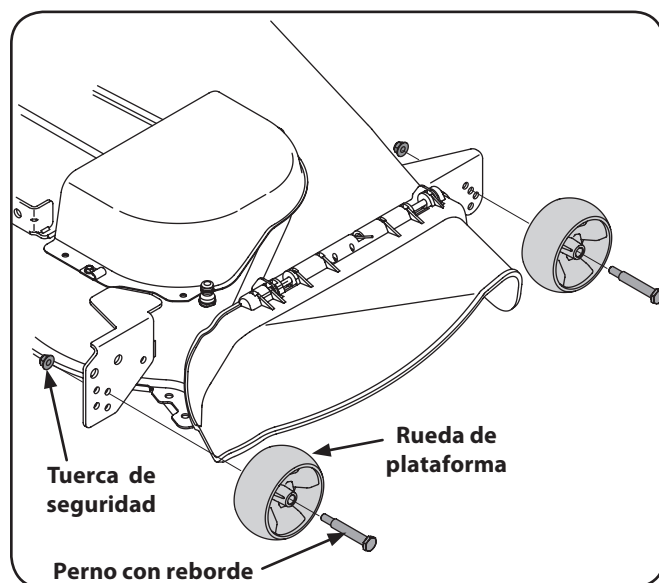

Figura 6-8
- b. Retire las ruedas delanteras y traseras de la plataforma retirando las tuercas de sujeción y los tornillos con reborde que las ajustan a la plataforma. Consulte la Figura 6-8.